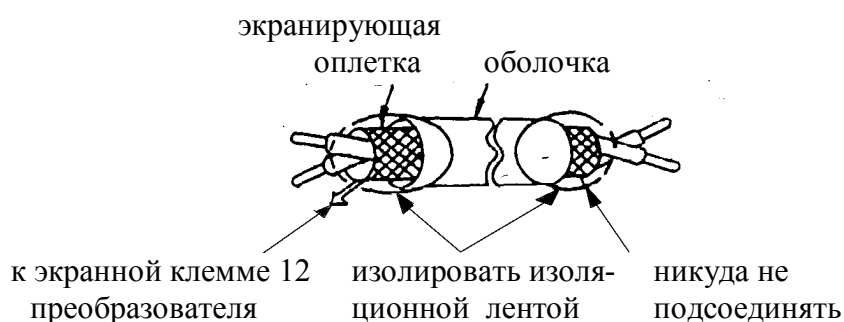

Рис. 7. Подсоединение экранированного провода
(2) Предосторожности при подсоединении цепей управления.
- Используйте скрученные экранированные или скрученные попарно экранированные провода для цепей управления. Подсоедините окончания экранной оплетки к клемме 12 преобразователя. На рис. 7 показан образец экранировки кабеля.